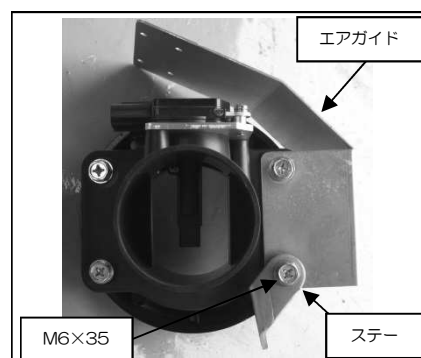

図 5
- ③組み立てたエアフロアダプター-ASSYへアダプター、整流プレート、ヒートプレート、ステーを取り付けます。(図5、6、7参照) ※ステー取り付け部はM6×35を使用し、間へスペーサー15mmを挟みます。それ以外の固定にはM6×15を使用します。